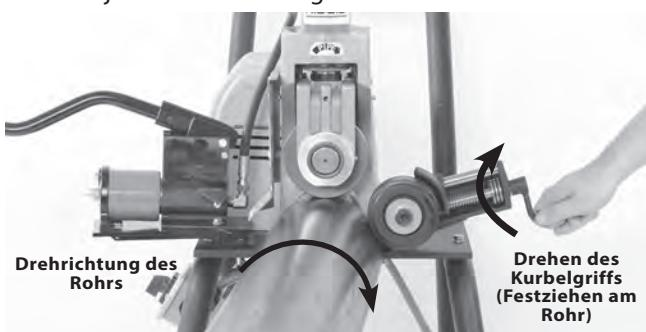

Abbildung 14 – Versetzen des Rohrs um $\frac{1}{2}^{\circ}$ (übertriebene Darstellung)
3. Drehen Sie den Kurbelgriff am Stabilisator, bis das Rollgerät mit dem Rohr in Kontakt ist. Drehen Sie den Kurbelgriff 1 (eine) weitere Umdrehung, um das Rollgerät am Rohr vorzuspannen (Abbildung 14). Greifen Sie nicht über das Rohr, um den Stabilisator einzustellen.